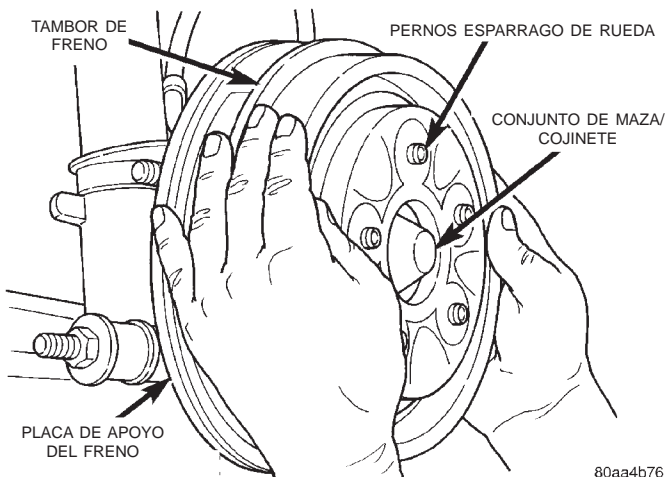
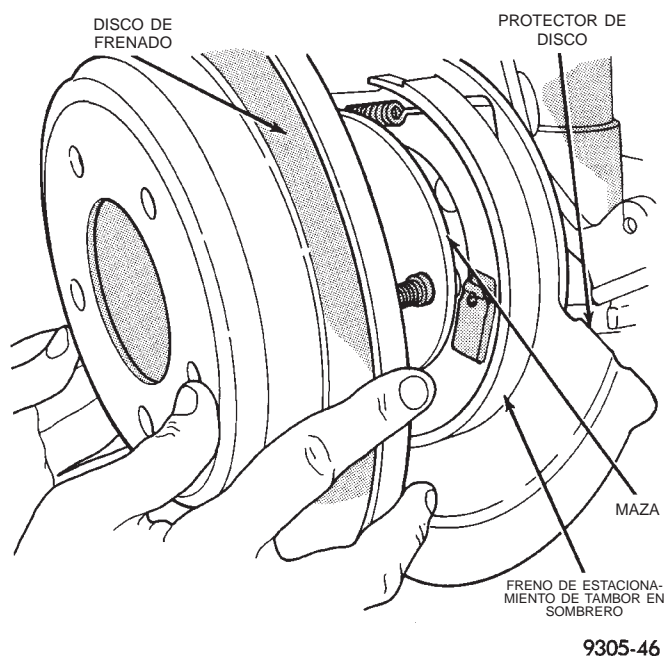

Fig. 143 Desmontaje del tambor de freno
Fig. 144 Rotor de freno trasero
(12) Eleve el vehículo en gatos fijos o centrado en un elevador de contacto de bastidor. Para informarse sobre el procedimiento de elevación requerido que debe utilizarse en este vehículo, consulte Elevación en la sección Lubricación y mantenimiento de este manual.
(13) Retire el conjunto de rueda y neumático trasero.
(14) En los vehículos que tienen instalados frenos traseros de tambor, retire el tambor de freno (Fig. 143) del conjunto de maza/cojinete trasero. En los vehículos que tienen instalados frenos traseros de disco, retire el calibrador del freno de disco del adaptador de dicho freno. Luego retire el rotor (Fig. 144) del conjunto de maza/cojinete.